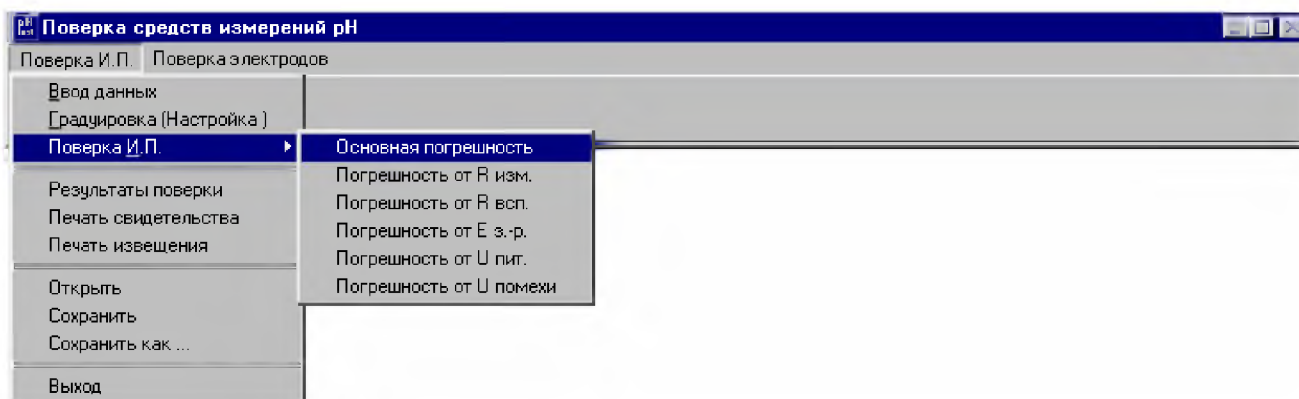

Рисунок 10
2.3.6.1 Выберите в меню **Поверка И.П.** пункт **Поверка И.П.**, рисунок 10.